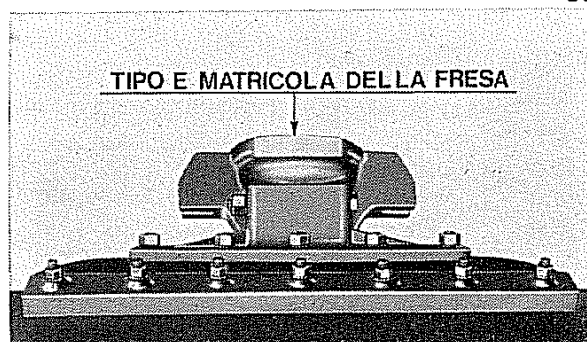

Fig. 7
N.B. - Sia il tipo che il numero di matricola della fresa si trovano stampigliati nel punto indicato dalla freccia in fig. 7.